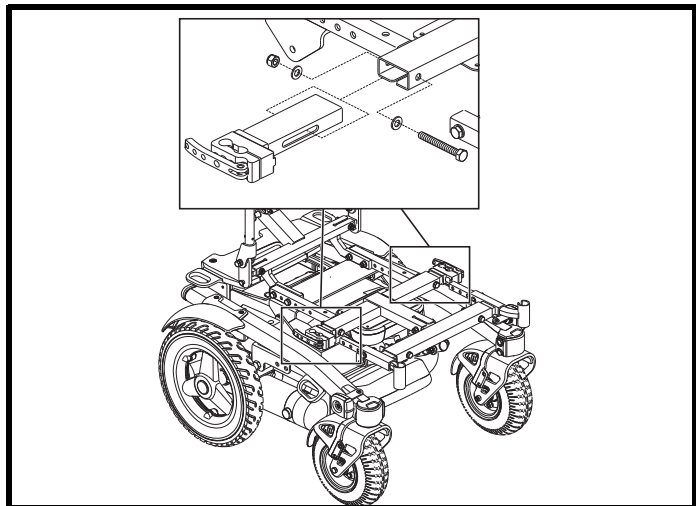

Figura 13. Regolazione della larghezza del sedile
2. Allentare i fissaggi del supporto del bracciolo. Vedere figura 13.